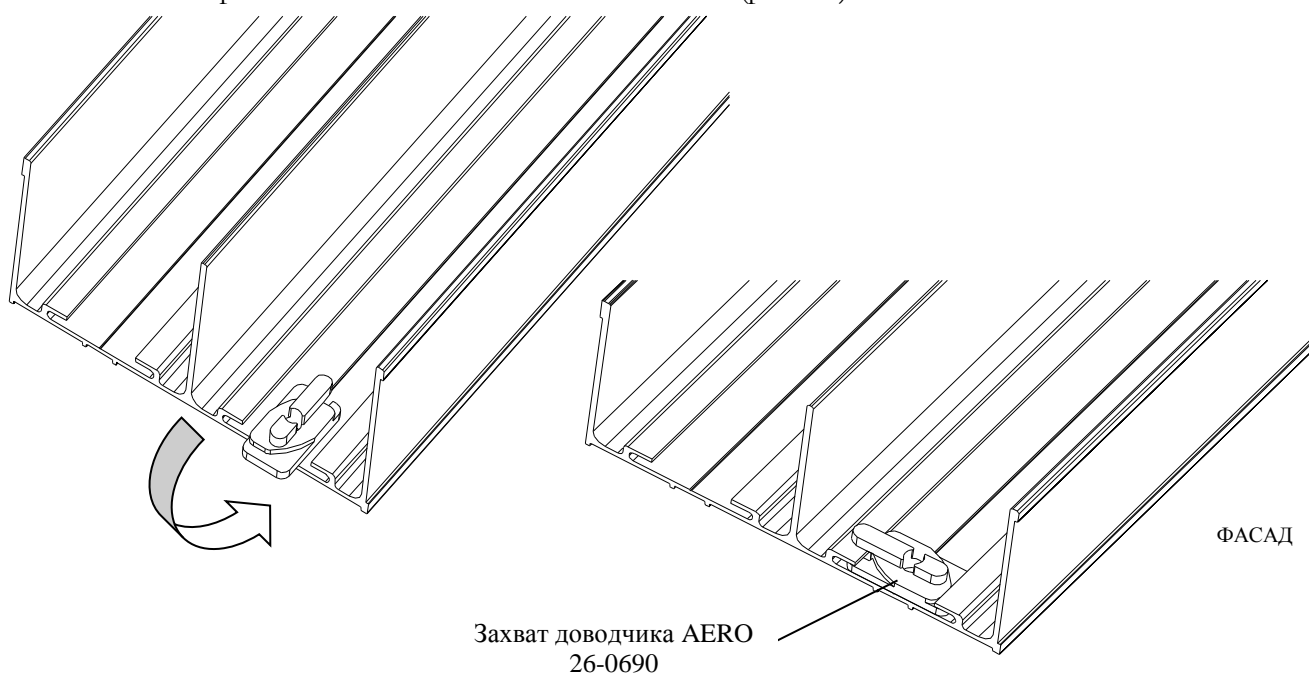

Рис. 25
1. Установка трех захватов доводчика АЕРО 26-0690 (рис. 25)